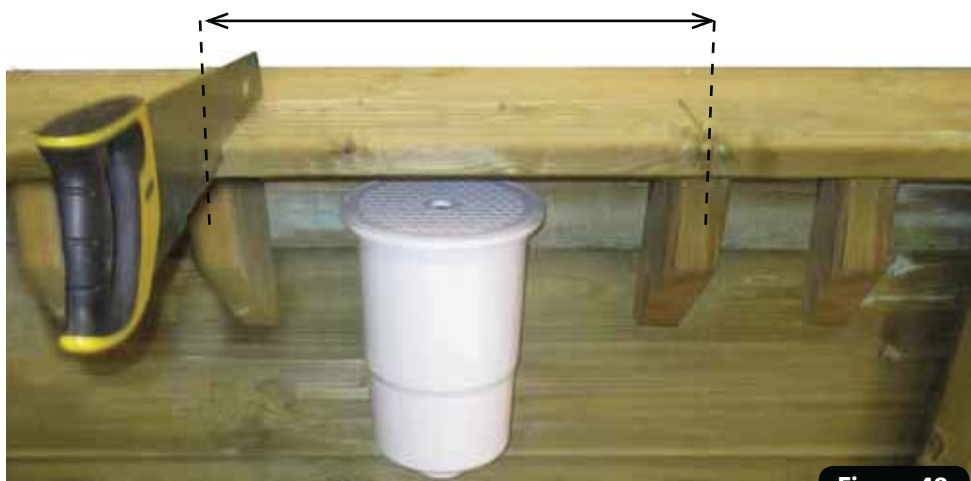

Figure 48
- Sur le pan recevant le skimmer, découper **uniquement** la margelle extérieure aux dimensions de l'entraxe des consoles (figure 48). La trappe doit reposer sur la moitié de chacune des consoles (figure 49).